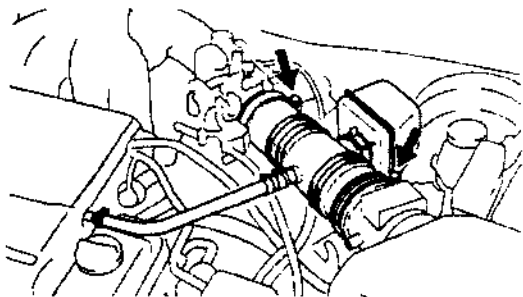

图 1.9 空气滤清器软管位置
① 拆下空气滤清器软管。空气滤清器软管位置如图 1.9 所示。